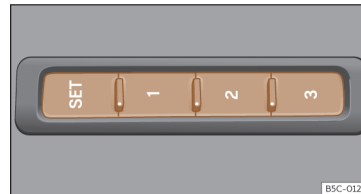

Fig. 110 Pe partea exterioară a scaunului șoferului: butoanele de memorare.
- Apăsăți **SET** mai mult de 1 secundă »» fig. 110.